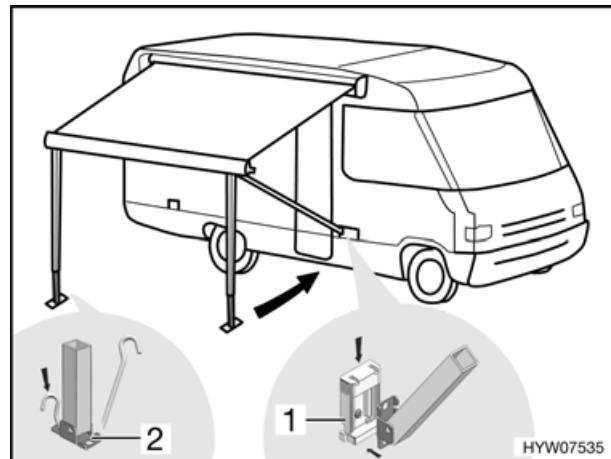

Bild 28 Stützfüße befestigen
- Die Stützfüße in die Halter (Bild 28,1) am Reisemobil einklemmen bzw. mit Heringen am Boden befestigen (Bild 28,2).